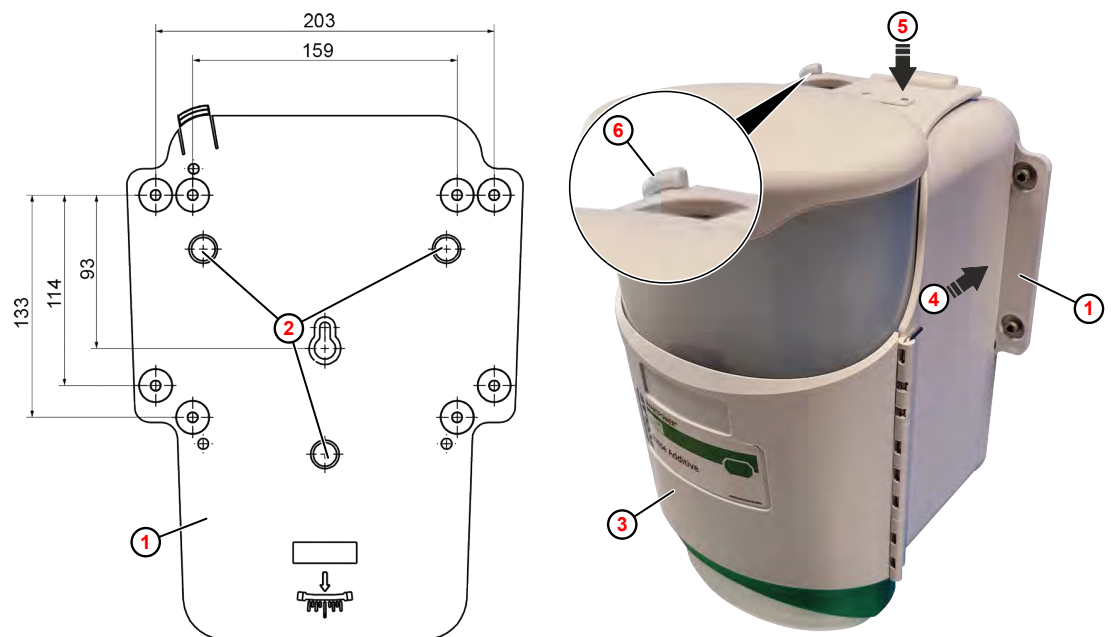

Abb. 3: Gerät montieren (Beispiel Rinse Dispenser)
- 1.** Montageort des SMARTPOWER™ Rinse Dispenser wählen und Bohrlöcher gem. Abb. 3 anzeichnen.
- 3.** Montageplatte (1) mit Dübelschrauben befestigen.
- 4.** SMARTPOWER™ Rinse Dispenser (3) auf die Haltezapfen (2) aufsetzen (4).
- 5.** SMARTPOWER™ Rinse Dispenser nach unten drücken (5) bis die Verriegelungslasche (6) an der Geräteoberseite einrastet.